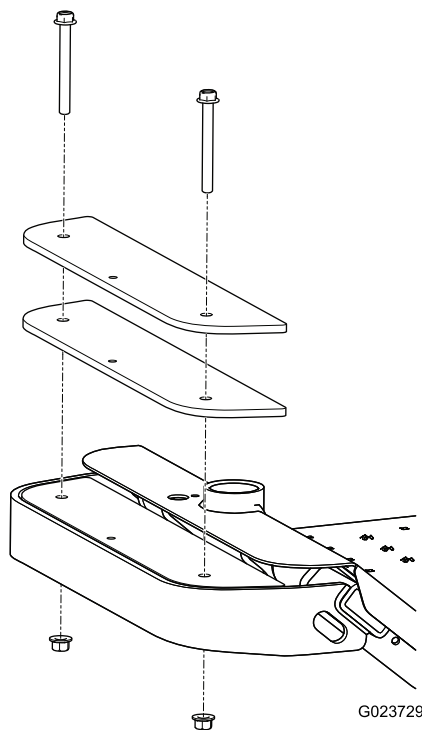

图12
1. 拆下将现有配重块固定在机器前面的 2 个螺栓和 2 个螺母（图12）。